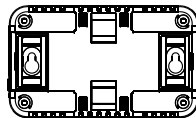
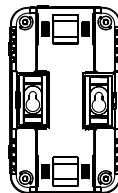

Рис. 5
Рис. 6
2. Установите крепежные вставки задвинув их до упора в пазы с тыльной стороны прибора. При горизонтальном расположении прибора (Рис. 5) вставки устанавливаются в пазы на узкой стороне корпуса; при вертикальном расположении, Рис. 6, в пазы на широкой стороне корпуса. Обратите внимание на ориентацию отверстий под саморезы.